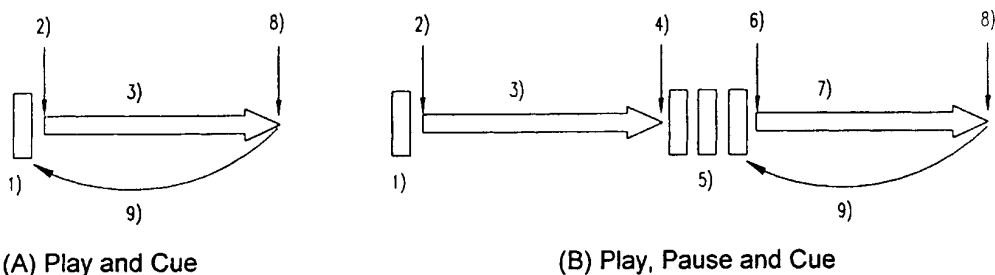

Figure13
- Fig 13 muestra la relación entre las operaciones de Play y Back Cue